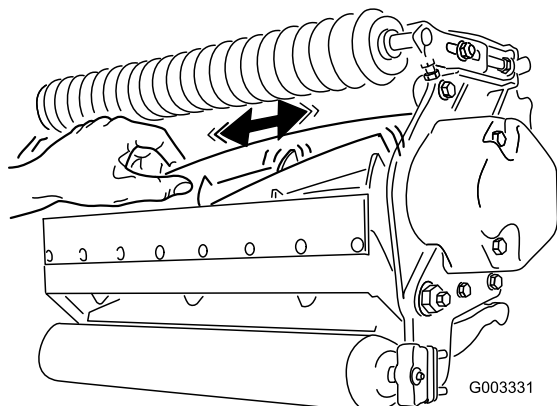

図 30
2. ボロ布を厚く巻くか丈夫なパッドのついた手袋をして、カッティングユニットの刃の部分をつかみ、リールを左右に揺すってガタがあるかどうかを調べる（図 30）。